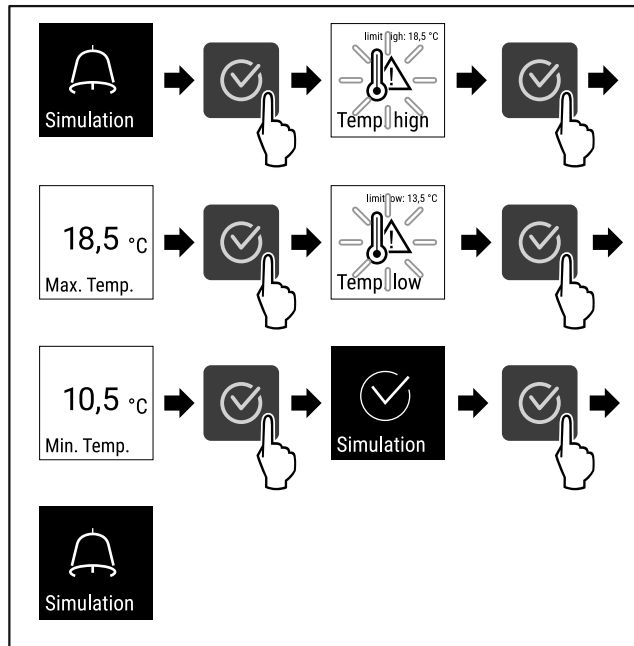

Fig. 108
- ▶ Kryeni hapat e veprimit (shihni Fig. 108) .